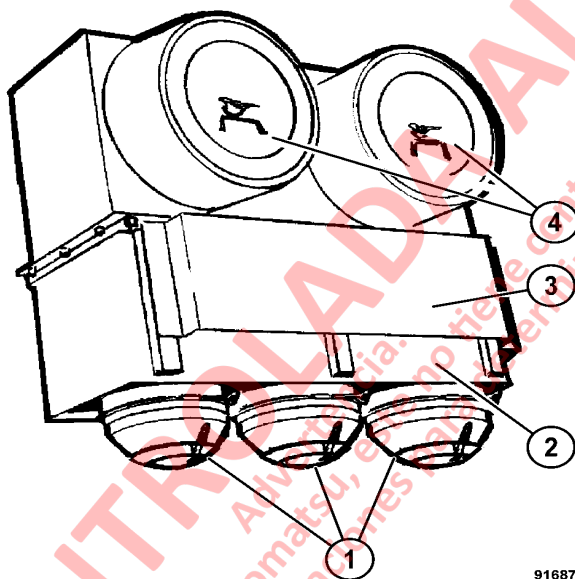

FIGURA 5-1. DEPURADORES DE AIRE DEL MOTOR
La demanda de aire del motor crea un vacío en los depuradores de aire y provoca la absorción del aire externo a través de las entradas de aire en los depuradores. Una serie de tubos diseñados para producir una acción ciclónica absorbe el aire sucio que ingresa. A medida que el aire pasa por la porción externa de los tubos, se produce un movimiento circular que provoca la expulsión de las partículas de polvo y suciedad desde la corriente de aire hacia los colectores de polvo (1, Figura 5-1). Al mismo tiempo, la corriente de aire cambia y se dirige a través del centro de los tubos hacia la cámara del filtro. Aquí, el aire pasa a través del elemento de filtro principal y el elemento de filtro de seguridad, para luego pasar por la salida de aire limpio hacia el sistema de admisión de aire del motor. La función del filtro de seguridad es aumentar la confiabilidad general y la protección del motor.
1. Apague el motor. Limpie toda la suciedad y el polvo que encuentre alrededor de la cubierta del elemento del depurador de aire (4, Figura 5-1).